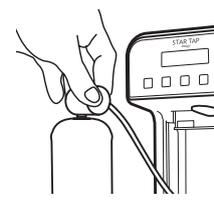
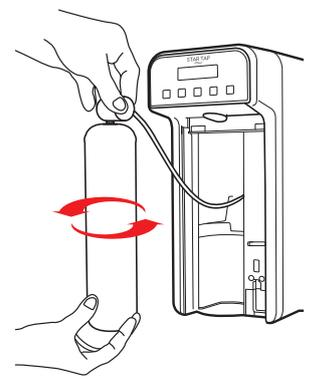

Fig. 3-14
Fig. 4-14
29.39 - Accoppiare il filetto femmina del riduttore con il filetto maschio della valvola della bombola, vedi Fig. 3-14. Tenendo fermo il riduttore con una mano, ruotare la bombola con l'altra mano avvitandola, vedi Fig. 4-14.